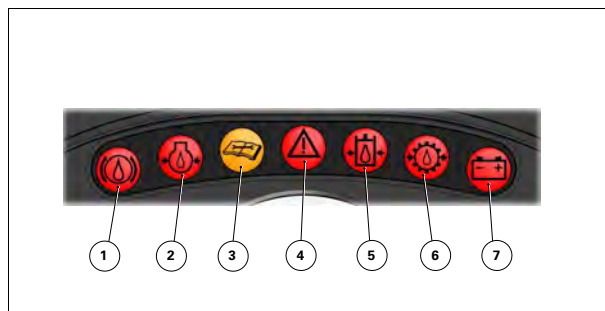

Рис. 3.
- (2) Световой индикатор и служебная панель световых индикаторов рис. 3.